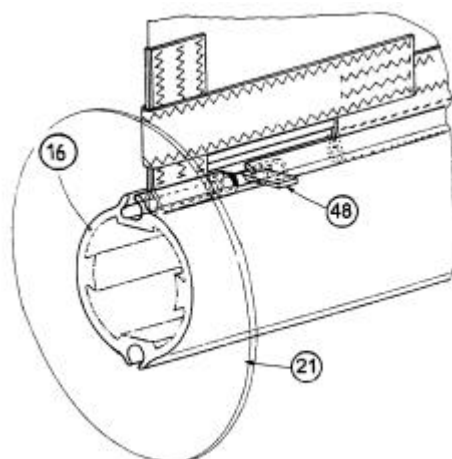

Fig.15
IV 1 - Faire tourner le mandrin (16) pour amener sur le dessus la gorge de ralingue qui comporte l'usinage dans la gorge à proximité du tambour. *Fig 15.*
IV 3 - Passer le coulisseau de point d'amure (48) dans la sangle de point d'amure de la voile. *Voir Fig.15 et 23.*
IV 7 - Pousser le coulisseau de point d'amure (48) à fond vers l'avant, rabattre le loquet plat dans le décrochement de la gorge, et tirer la voile vers l'arrière pour verrouiller. *Voir Fig. 15.*